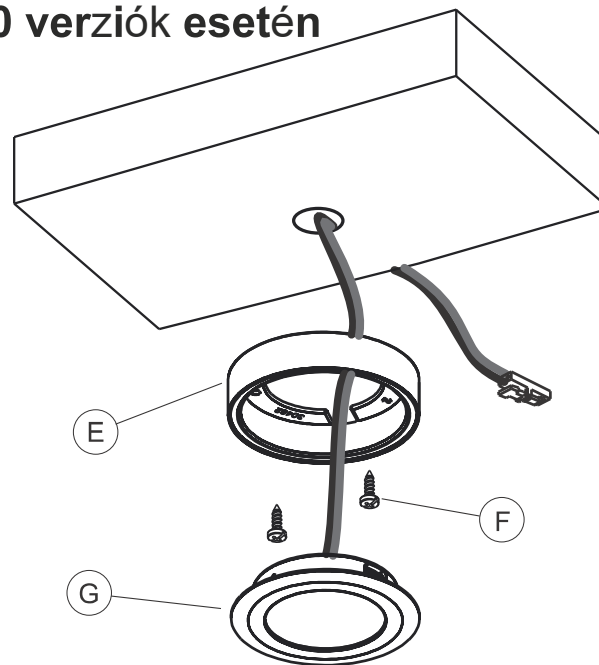

Fig 6
- Rögzítse az adaptert (E) a kívánt helyre a csomagban található csavarokkal (F), majd helyezze be a lámpát (G) egy enyhe nyomással. Lásd Fig.6.